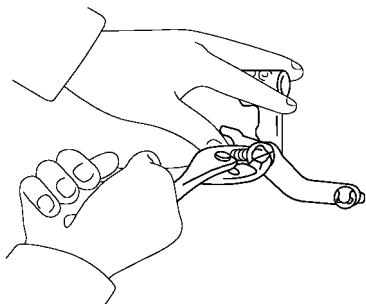

图 10-37 将倒挡臂装到倒挡臂托架上
1) 将换挡臂蹄，换挡叉和 2 个 E 形密封圈装到倒挡臂上，再将倒挡臂装到倒挡臂托架上，如图 10-37 所示。